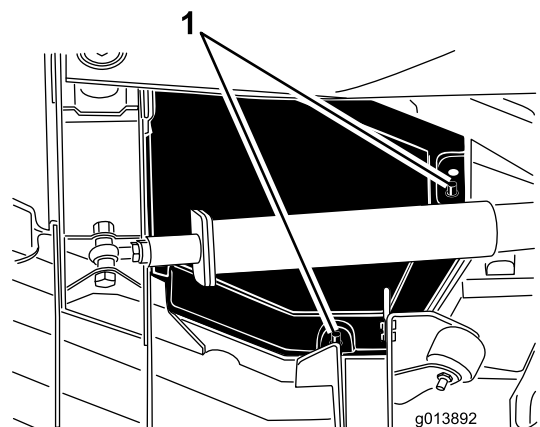

図 47
4. 取り付け用のポストから、後側のエッジと内側のエッジ部を外す (図 47)。